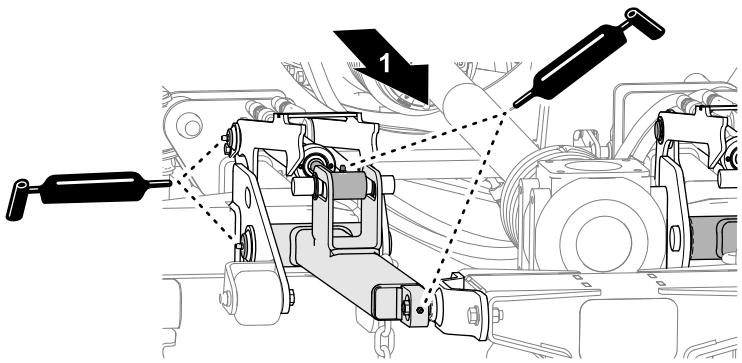

Figura 47
- Applicate il grasso a bracci di sollevamento e cilindri idraulici e ai montanti di impatto del piatto di taglio centrale (Figura 47).
Applicate il grasso specificato al raccordo di ingassaggio nei 3 mandrini su ciascun piatto di taglio (Figura 47).